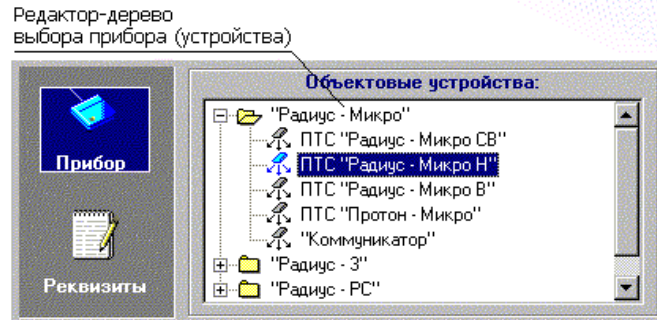

Рис.3.8. Панель «Объектовые устройства»
1. Панель «**Объектовые устройства**» (рис.3.8) предназначена для выбора типа объектового устройства. Выбор осуществляется в окне списка построенного в виде иерархического «дерева». При неточной установке устройства (но класс устройств должен быть выбран правильно) происходит автоматическое уточнение типа прибора во время нажатия кнопки (пункта меню) «Вперед» или двойном щелчке левой клавиши мыши на значке